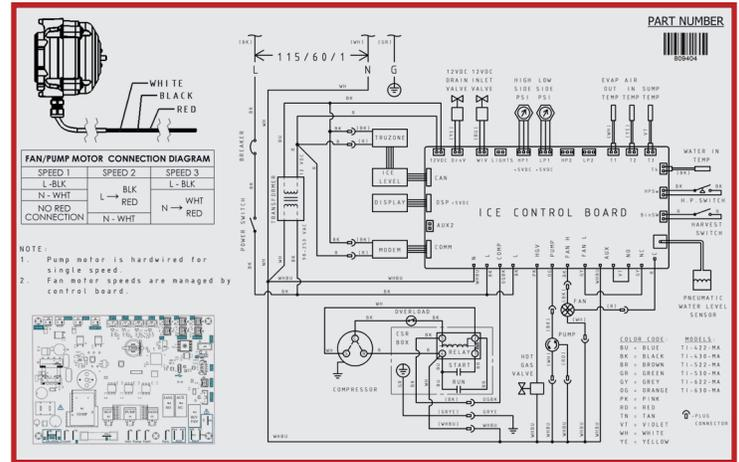

Fig. 1. Diagrama de cableado ubicado debajo del panel superior.
- Consulte el diagrama de cableado debajo del panel superior, como se muestra en la fig. 1. Para acceder, consulte "Extracción de paneles" (pág. 31).